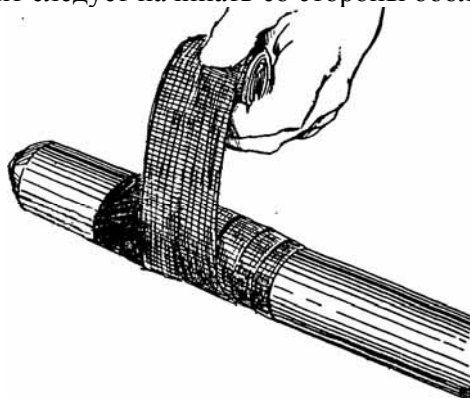

Рис. 4.15 Наложение ленты Арморкаст на колпачок
4.11. При герметизации колпачков на концах кабелей, их стык с оболочкой кабеля герметизируют двумя слоями ленты ВМ, двумя слоями ленты Темфлекс (88Т) и двумя слоями ленты Армокаст (рис.4.15). Намотку лент следует начинать со стороны оболочки кабеля.